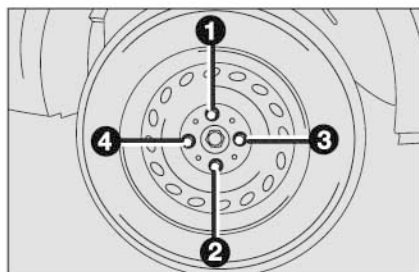

Рис. 8
- окончательно затяните болты крепления колеса крест-накрест в порядке, приведенном на **рис. 8**.